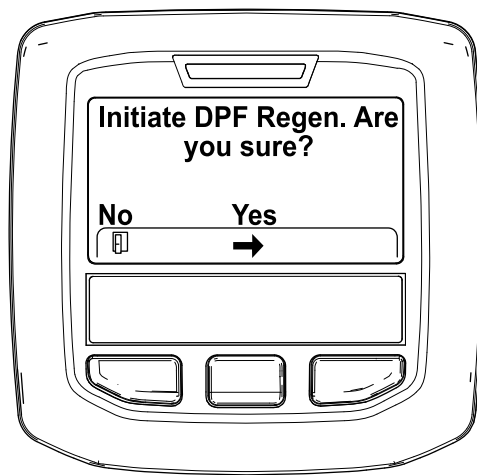

Figura 32
4. Cuando aparezca el mensaje "Initiate DPF Regen. Are you sure?" (Iniciar regeneración de DPF, ¿está seguro), pulse el botón central (Figura 32).